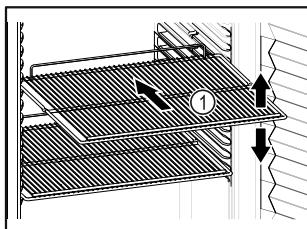

Fig. 88 Immagine a titolo di esempio
- ☐ Se è possibile spostare i ripiani Fig. 88 (1), regolarli in altezza.